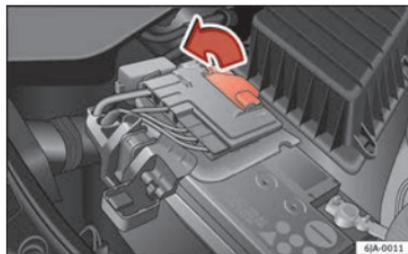

Fig. 211 Batería: abertura de la cubierta.
– Abra la cubierta de la batería en la dirección de la flecha  » fig. 211.